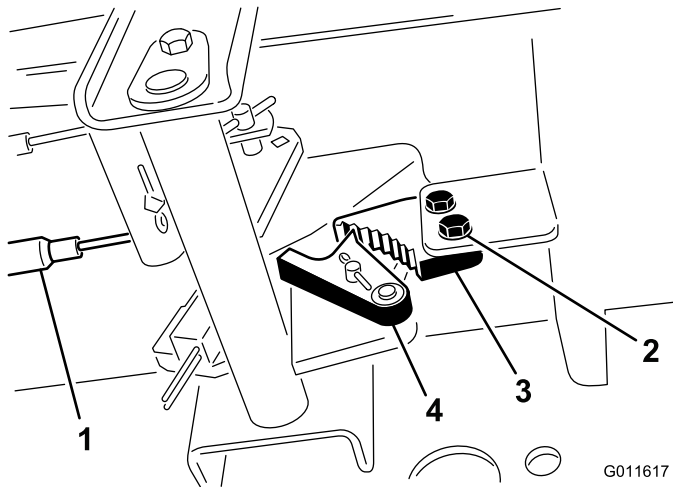

Figure 69
1. Desserrez les 2 vis qui fixent le cliquet du frein de stationnement au cadre (Figure 69).
2. Appuyez sur l'avant de la pédale du frein de stationnement jusqu'à ce que le verrou s'engage complètement sur le cliquet du frein (Figure 69).